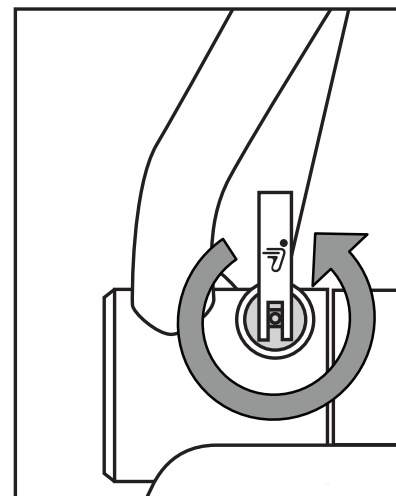

図 8. ツールレスリリースを緩める
9. ツールレスリリースを外すには、LeanSteer フレームのウェッジクランプからボルトが外れるまで、ハンドルをねじって緩めます。図 8 を参照してください。